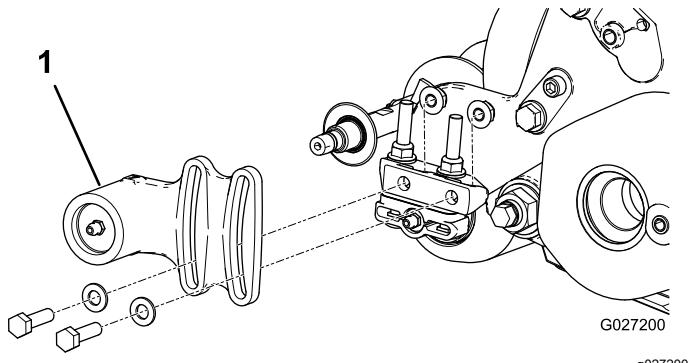
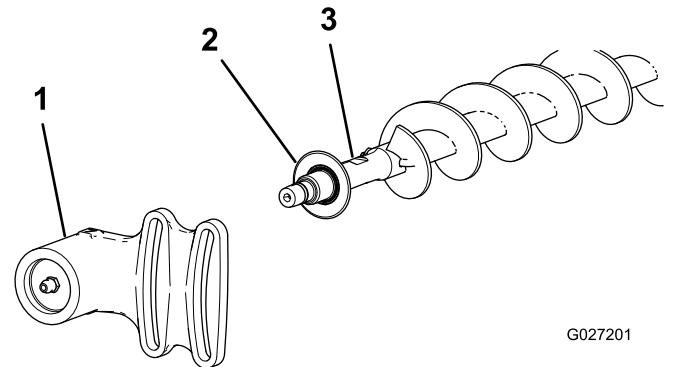

图 19
图 20
- 如果滚刀组上安装有一个滚筒刷应拆下将非传动轴承座固定到轴承座安装支架 图 19 和 图 20 上的 2 个螺栓、垫圈和螺母。
- 滑动非传动轴承座和防尘圈从刷轴上取下来 图 20。
9. 把防尘圈和非传动轴承座安装到刷轴上 图 20。